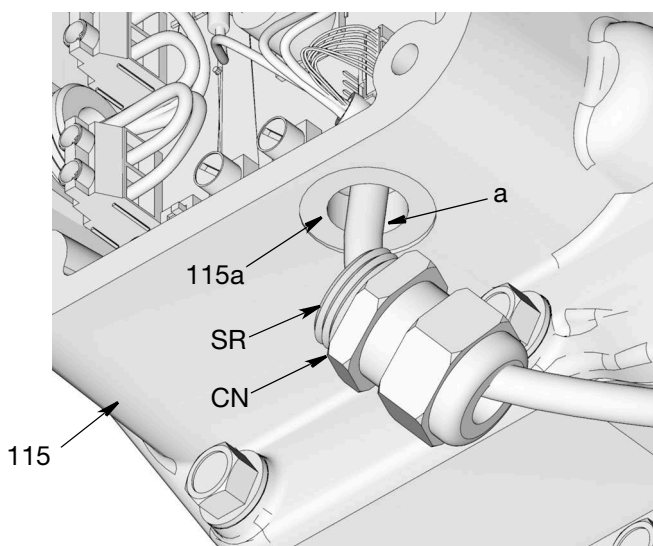

図 60
4. モーターワイヤハーネス (a) をハウジング (115) 内の張力緩和開口部 (115a) に通します (図 60)。